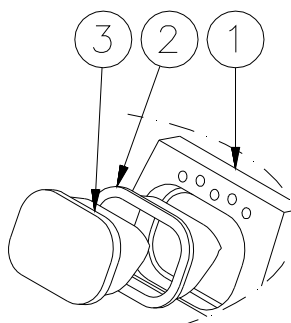

Figura 27 – Guarnizioni del prisma
- Guarnizioni del prisma montate tra calotta e prisma(Figura 27- n°2).